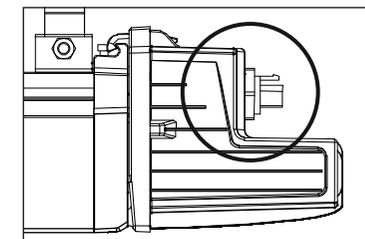

Рис. 2
- 4.13 Подключение светильника производится с помощью коннектора (рис. 2).